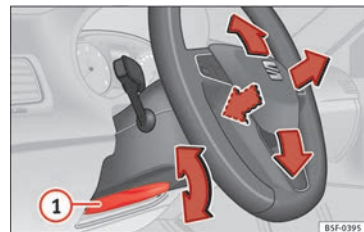

Fig. 19 Palanca en la parte inferior del lateral izquierdo de la columna de dirección.
• Ajustar la posición del volante: tire de la palanca » **fig. 19** ① hacia abajo, mueva el volante hasta la posición deseada y vuelva a subir la palanca hasta el punto de cierre.